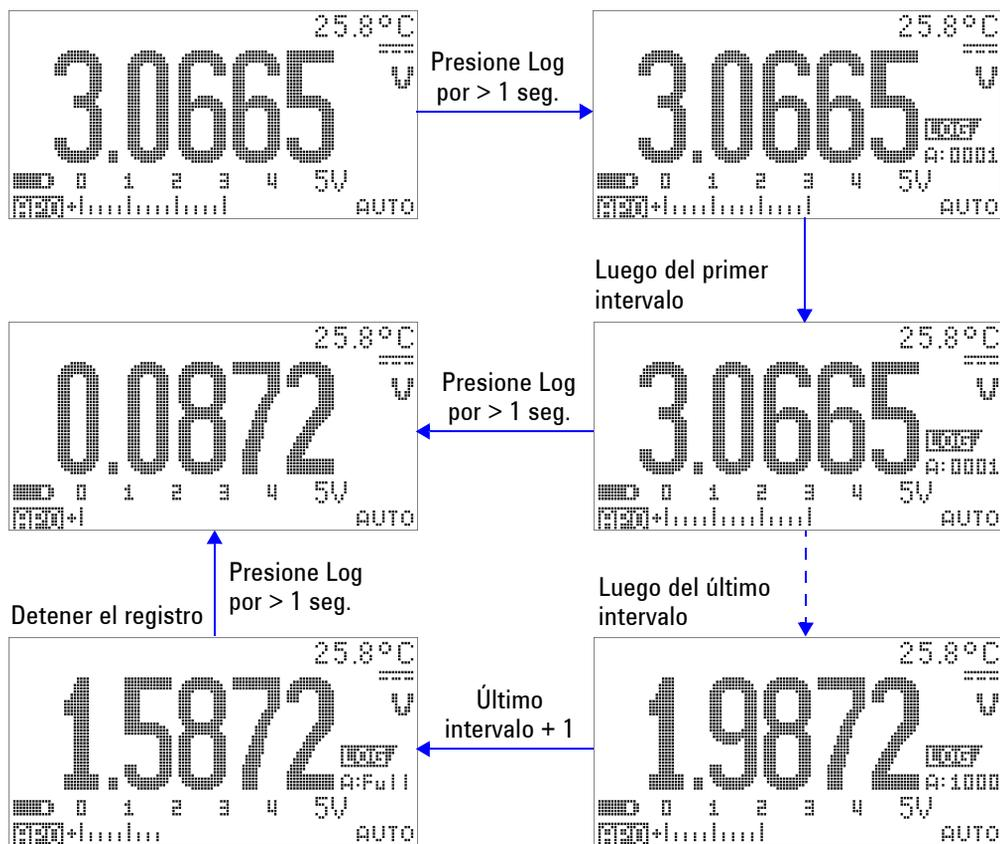

Figura 3-10 Operación del modo de registro de intervalo (tiempo)
- 1 Presione  por más de 1 segundo para almacenar el valor actual y la función que aparece en la pantalla principal en la memoria del multímetro. Se indican  y el índice de registro. Las mediciones siguientes se registran automáticamente en la memoria en un intervalo (LOG TIME) especificado en el modo Configuración. Consulte la Figura 3-10 en la página 74 para saber cómo operar este modo.